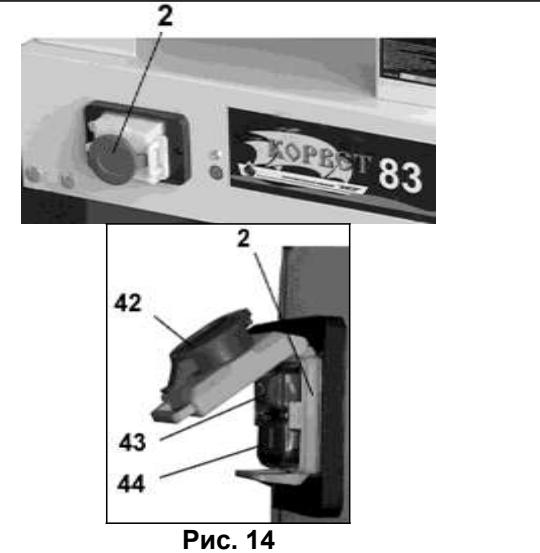

Рис. 14
10.2.2. Магнитный пускател (2) расположен на лицевой панели фрезерного станка, Рис.14..
10.2.3. Нажмите и сдвиньте по стрелке красную крышку (42) магнитного пускателя (2), Рис.14.
10.2.4. Включение станка производится нажатием на зелёную кнопку (44). Скорость шпинделя постепенно повысится до максимальных оборотов, Рис. 14.